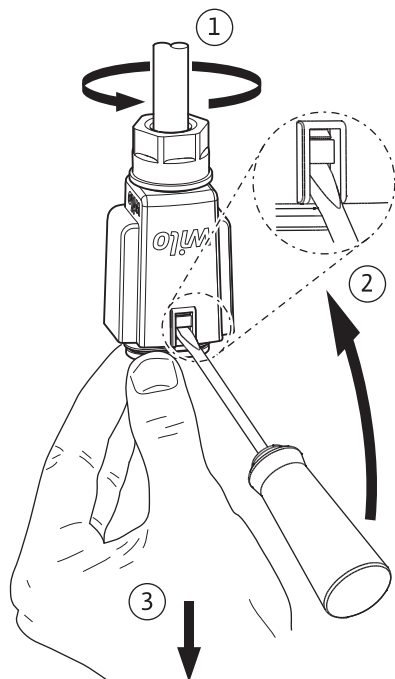

Fig. 6: Wilo-Connector demonteren
- Wilo-Connector van de pomp aftrekken en met geschikte schroevendraaier demonteren (Fig. 6).